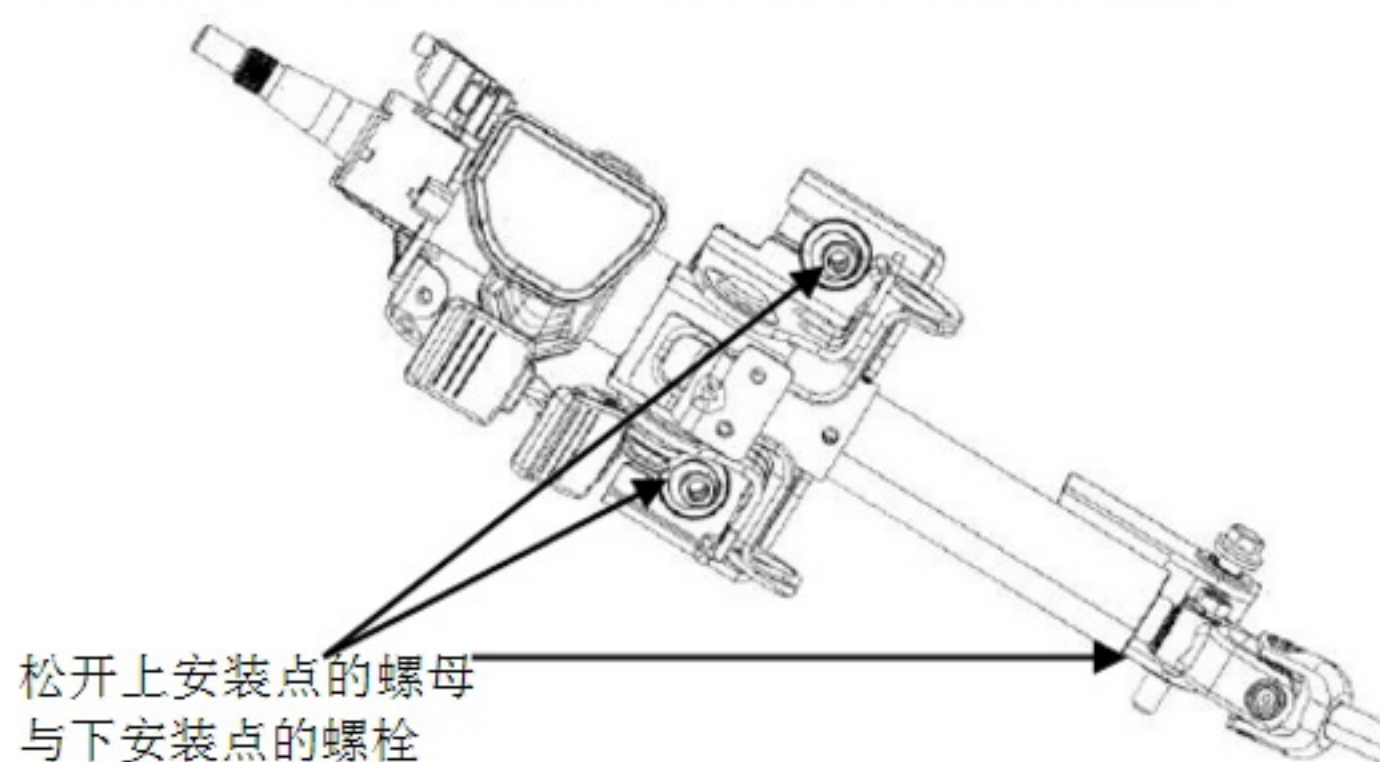

图5-10
①确认所有与管柱连接的线束均已脱开。
②松开管柱上安装点的螺母与下安装点的螺栓, 如图 5-10 所示, 取下转向管柱及万向节。